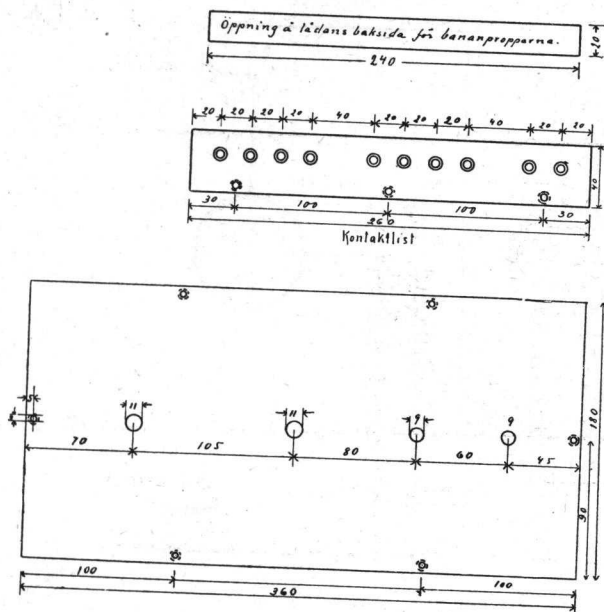

Fig. 2. Kontaktlist och panel.
- 1 st. frontplatta 360×180×5, ebonit eller unica, fig. 2.
1 trälåda, på baksidan försedd med en öppning för bananpropparna, se fig. 2.